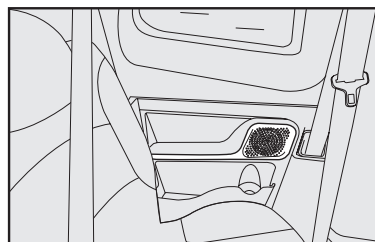

fig. 81
- lateral da porta traseira da Strada Cabine Dupla **fig. 81**;